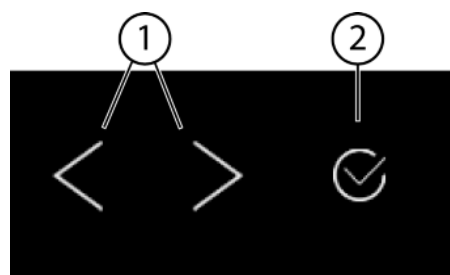
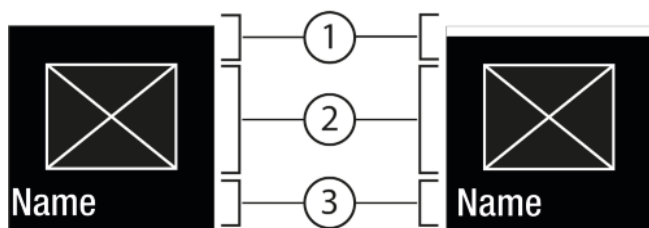
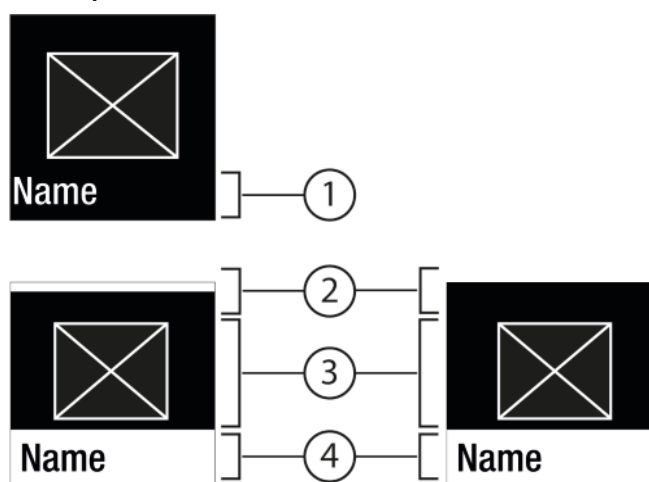

Fig. 5
Fig. 6
Fig. 7
- (1) Strzałka nawigacyjna lewa / prawa (2) Potwierdzenie
Strzałka nawigacyjna lewa / prawa Fig. 5 (1):
Potwierdzenie Fig. 5 (2):
- Nawigować przy pomocy strzałki nawigacyjnej w lewo / prawo Fig. 5 (1).
- Przy pomocy potwierdzenia Fig. 5 (2) aktywować Fig. 6 (1) / dezaktywować Fig. 6 (1) funkcję / ustawienie.
- Wywołać podmenu Fig. 5 (2) przy pomocy potwierdzenia Fig. 7 (4).
- Ustawić nowe wartości: Przy pomocy potwierdzenia Fig. 5 (2) wybrać dezaktywowaną wartość Fig. 6 (1).
- Powrót do menu: Przy pomocy potwierdzenia Fig. 5 (2) wybrać już aktywowaną wartość Fig. 6 (2).
- ▶ Strzałki nawigacyjne Fig. 5 (1) przyciskać tak długo, aż wyświetli się funkcja.
- ▶ Nacisnąć Potwierdzić Fig. 5 (2).
- ▶ Przy pomocy strzałki nawigacyjnej Fig. 5 (1) wybrać wartość ustawienia.
- ▷ Na krótko pojawia się w podmenu Fig. 7 (4) Status: aktywowano Fig. 6 (1).
- ▶ Strzałki nawigacyjne Fig. 5 (1) przyciskać tak długo, aż wyświetlą się ustawienia .
- ▶ Strzałki nawigacyjne Fig. 5 (1) przyciskać tak długo, aż wyświetli się żądane ustawienie.
- ▶ Przez 3 sekundy przycisnąć potwierdzenie Fig. 5 (2).